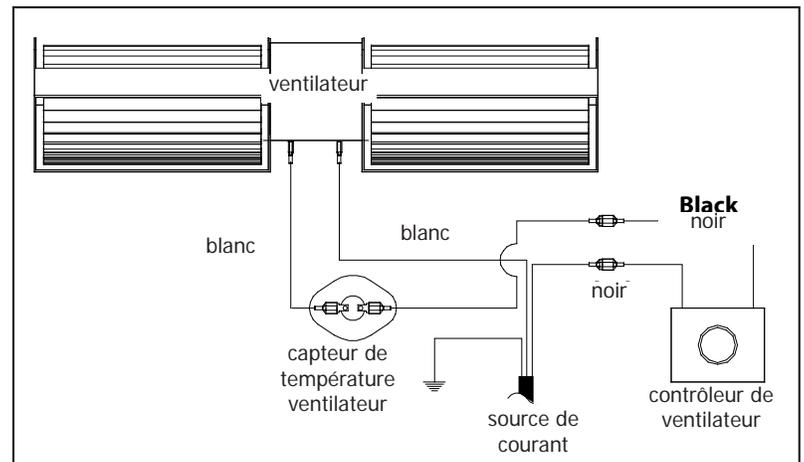

Figure 51: Schéma de câblage pour le contrôle du ventilateur.
3. Ouvrez le couvercle du robinet de gaz. Découpez soigneusement la partie autocollante sur le panneau de commande et installez l'interrupteur de commande du ventilateur à cet endroit. Voir Figure 51 pour le câblage du ventilateur en option.